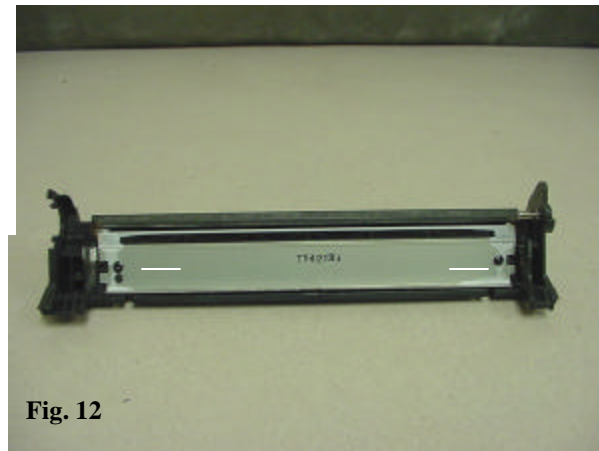

Fig. 12
9. Remueva los dos tornillos que aseguran el **wiper blade** (Fig 12). Remueve la cuchilla y cambia si es necesario. Remueva **toner** que sobre en el **waste bin**. Cheque el **Mylar recovery blade** y asegúrese que no este parada o dañada. Limpie o reponga el PCR y el OPC y reensamble en orden al revéz.